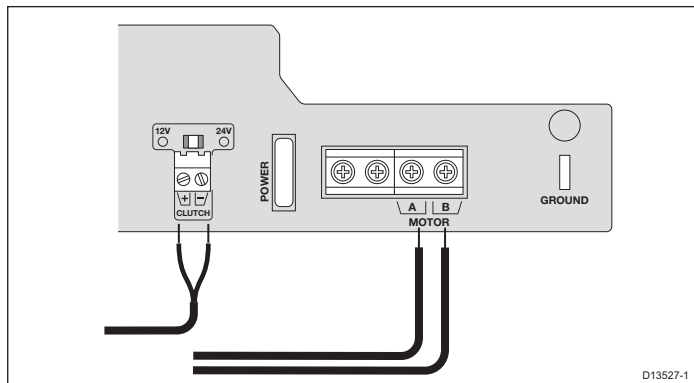

図8：SPXまたはACUコースコンピューターでのケーブル接続
4. ケーブルをコースコンピュータに接続します (図8を参照)。